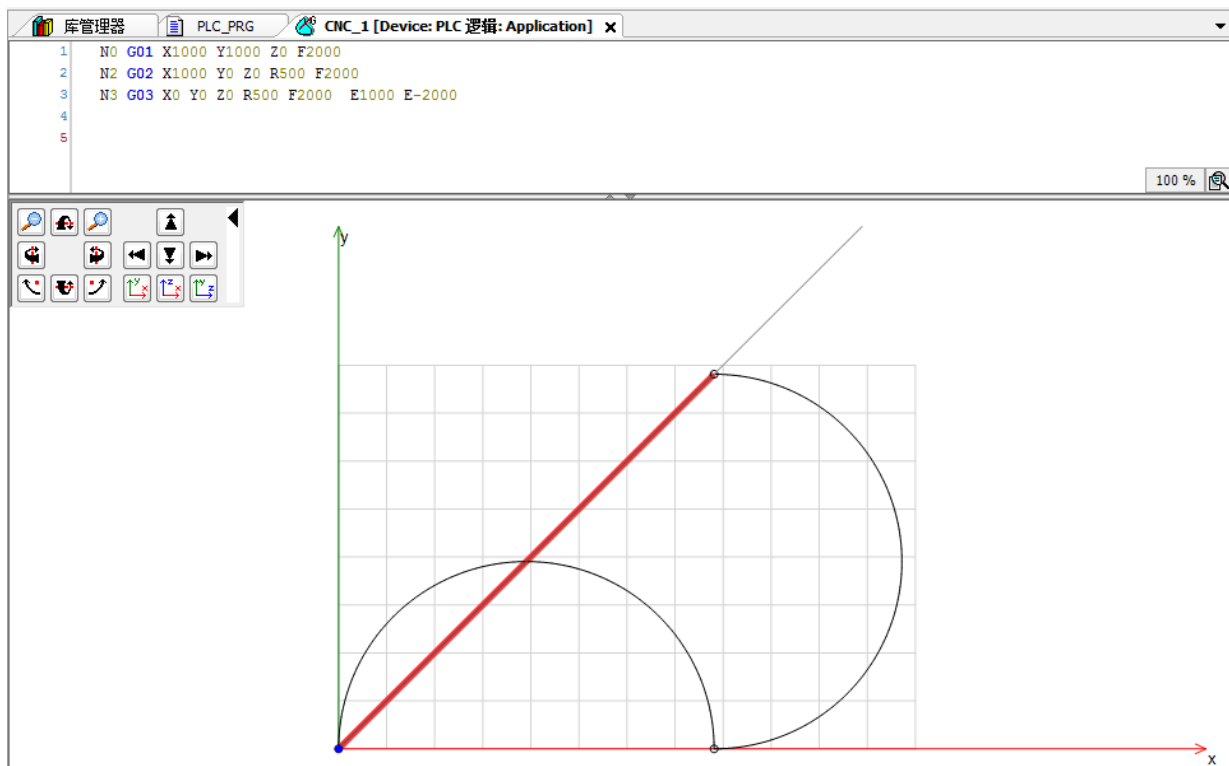

图 8.30 G 代码程序编辑
2) 在设备栏“Application”下新建 CNC 程序。方法：右击 Application-添加对象-CNC 程序，并命名为 CNC\_1。“执行选项”选择默认参数，“编译模式”选择 SMC\_CNC\_REF，并在 G 代码程序编辑区编写 G 代码，如图 8.30 所示。